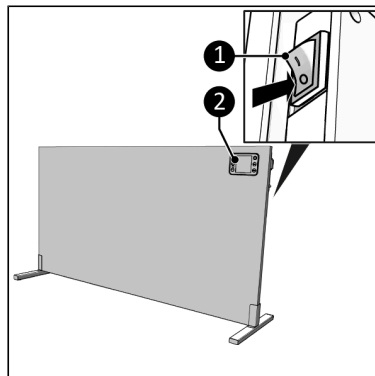

Figure 71.
1. Mettez le commutateur principal en position ON (Figure 71, pos. 1).
2. L'écran (Figure 71, pos. 2), affiche OFF.
- le panneau de commande (Figure 71, pos. 2) ou;
5. L'écran (Figure 71, pos. 2) affiche la température ambiante.